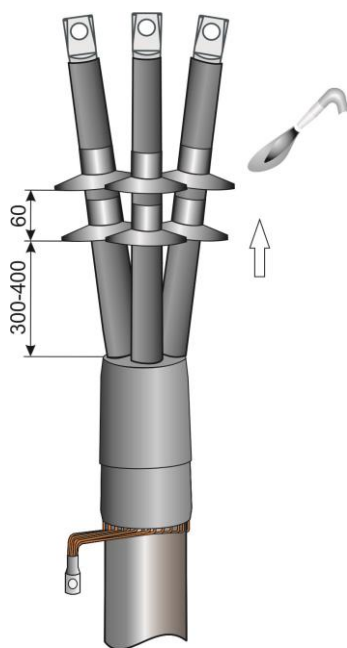

Рис.15
**15.** На жилы кабеля надеть фазные изоляторы и усадить их в соответствии с Рис.15.